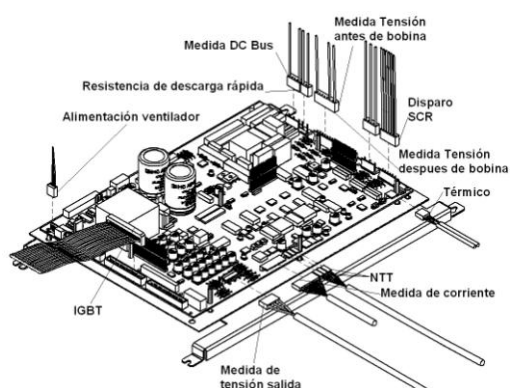

Figura 7.4.6. Retirar el cableado de la tarjeta de potencia.
Consultar la figura 7.4.6 mientras se siguen estas instrucciones:
- 7) Conectar los diferentes cables en sus respectivos conectores (ver figura 7.4.6)